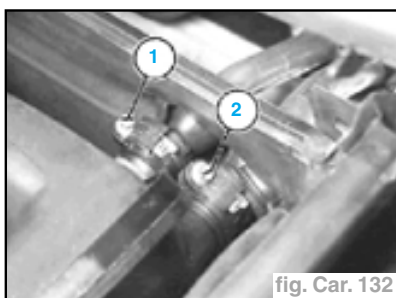

fig. Car. 132
- Défaire les colliers (1) et (2) (fig. Car. 132).